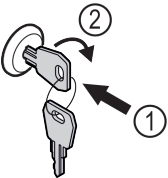

Fig. 170 Зображення для прикладу
- ▶ Вдавити ключ Fig. 170 (1).
- ▶ Повернути ключ на 90° за годинниковою стрілкою Fig. 170 (2).